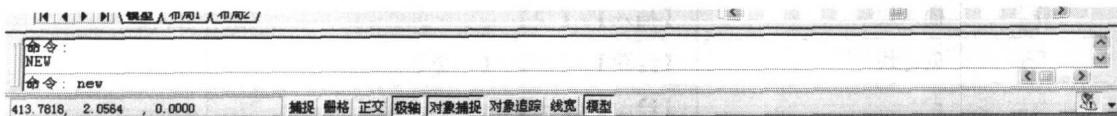

图 1-5 在命令提示栏中输入“new”命令
(3) 在命令提示栏里输入“new”，再按 Enter 键，如图 1-5 所示，也可以得到同样的效果，命令如下。